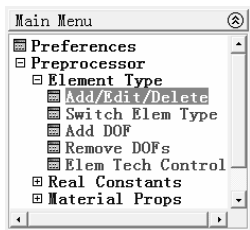
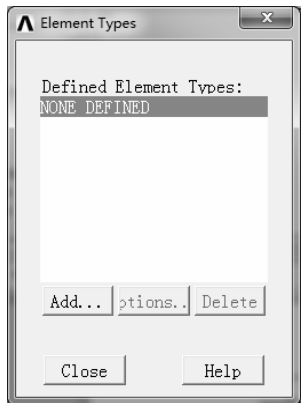

图 3-1 菜单命令
图 3-2 “Element Types”对话框
- 2) 选择“Main Menu>Preprocessor>Element Type>Add/Edit/Delete”命令（图 3-1），弹出“Element Types”对话框，此时对话框显示“NONE DEFINED”，表示没有任何单元被定义，如图 3-2 所示。